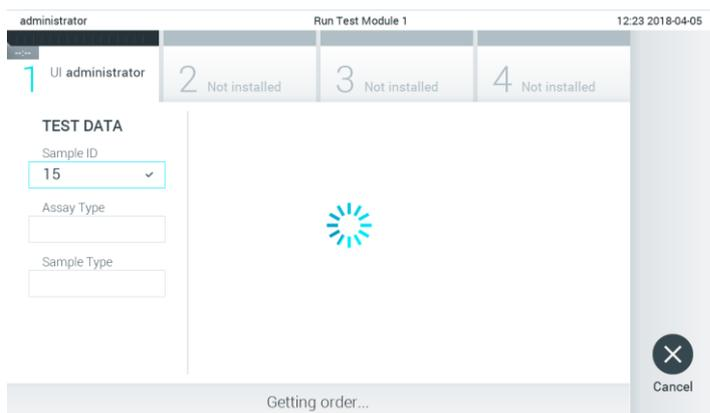

Abbildung 70: Anzeige beim Abrufen der Testanforderung
3. Die Proben-ID wird an den Host gesendet und der QIAstat-Dx Analyzer 1.0 wartet auf eine Testanforderung. Die Meldung „Getting order...“ (Anforderung abrufen ...) wird angezeigt (Abbildung 70).